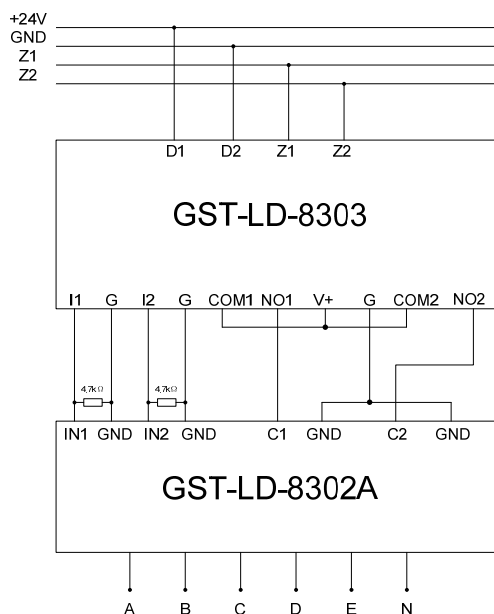

图 2-63
b. GST-LD-8303 型模块与 GST-LD-8302A 型模块组合连接的方法如图 2-63 所示: